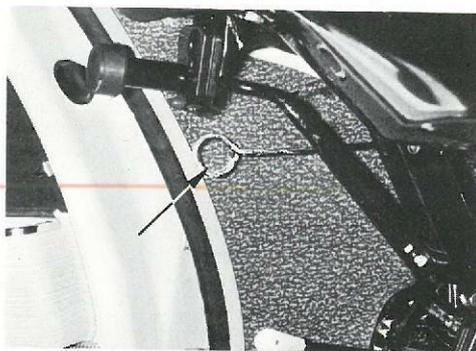
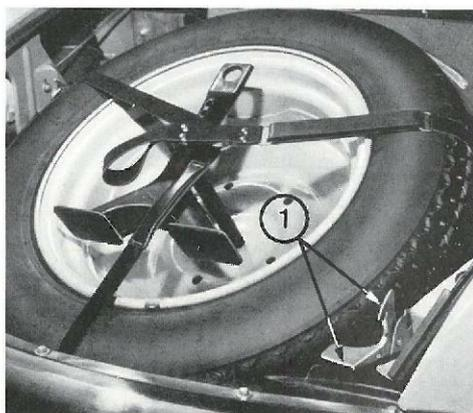
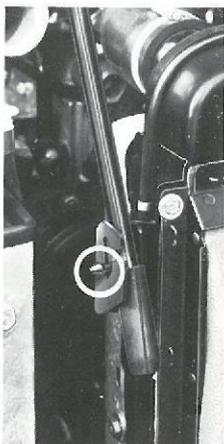

Abb. 1
Abb. 2
Abb. 3
Öffnen der Motorhaube: Ziehen Sie zunächst an den beiden Entriegelungsringen (Abb. 1), die im Innern des Wagens, rechts und links angebracht sind. Die Motorhaube hebt sich daraufhin leicht an. Lösen Sie, vor dem Wagen stehend, die Verriegelung, indem Sie mit der rechten Hand zwischen Motorhaube und Stoßstange, rechts vom Nummernschild durchfassen um Hebel ① (Abb. 2) anzuheben. Um die Haube festzustellen, setzen Sie das Ende der Stütze (Abb. 3) in die links neben dem Kühler befindliche Halterung. Zum Schließen der Haube diese einfach fallen lassen und sich vergewissern, ob sie zu beiden Seiten in ihre Verriegelung eingerastet ist.